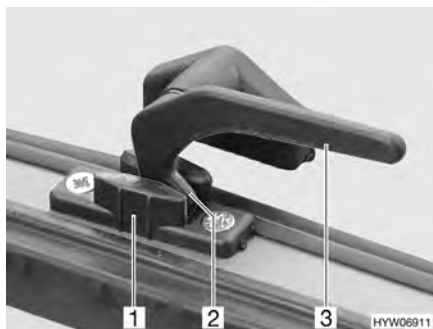

Bild 80 Låsarm i läget "kontinuerlig vädning"
- I läget "kontinuerlig vädning" (Bild 80)
- Vrid alla låsarmar (Bild 80,3) ett kvarts varv mot luckans mitt.
- Vrid tillbaka alla låsarmar. Låsspaken (Bild 80,2) måste föras in i spåret på lucklåset (Bild 80,1).